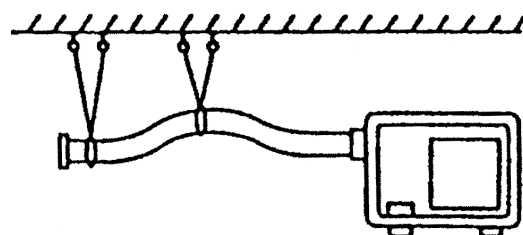

図 4
- 注 2. 延長ダクトは安定性がありませんので、図4に示しますように、針金等で天井から固定してください。(1~2m 間隔を目安にしてください。)